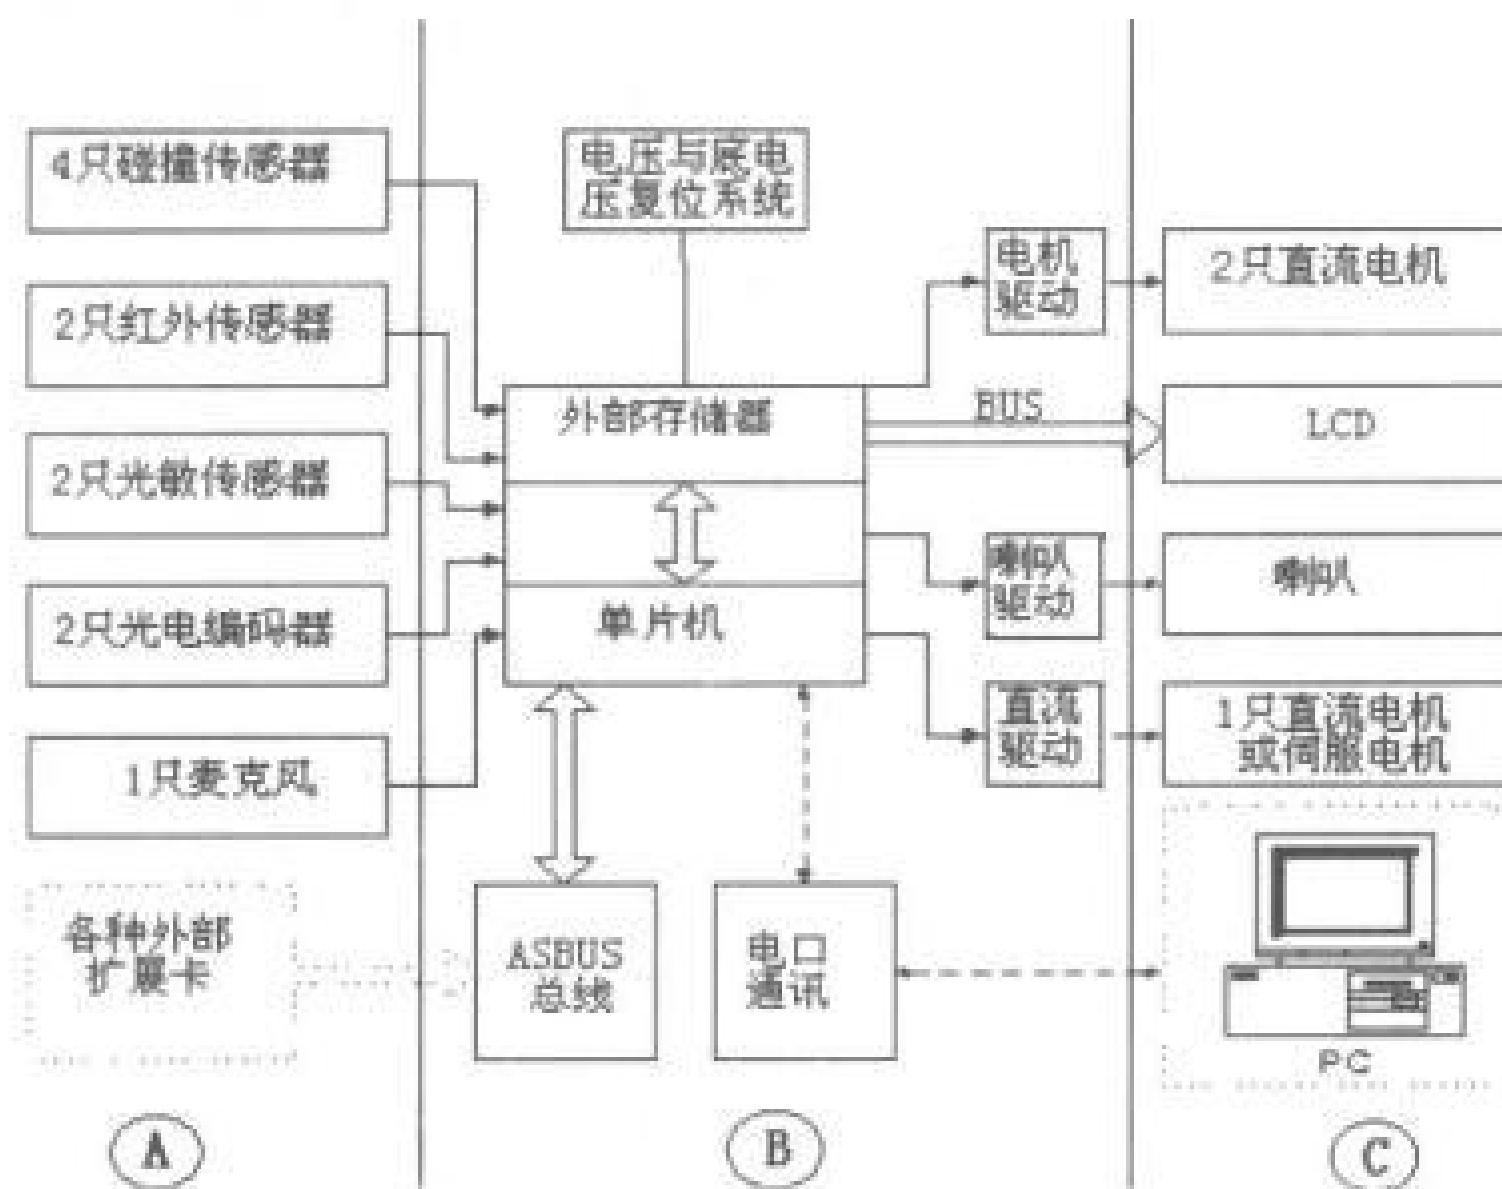

图 3.2 能力风暴个人机器人的“大脑”结构图
能力风暴个人机器人的“大脑”结构如图 3.2 所示。
由图 3.2 我们看到，机器人的“大脑”结构分为 3 个部分，下面我们按照从左到右的顺序来看一下这张“大脑”结构图。
首先我们看一下如图 3.2 所示的左侧部分①。
(1) 信息获取部分。在如图 3.2 所示的左侧部分①，看到了我们已经比较熟悉的
(2) 信息的加工与处理部分。在如图3.2所示的中间部分⑧，就是能力风暴个人机器人的微控制器，它是机器人“思考”问题的“大脑”。机器人通过微控制器对获取的信息进行加工、处理，并作出决策。机器人的决策能力是我们通过JC与机器人进行交流的结果。当我们为提高机器人的感知能力而增加传感器时，你可能会担心机器人控制板的功能是否够用。请你放心，能力风暴个人机器人有一个功能非常强大的硬件扩展总线ASBUS，在如图3.2所示中间部分⑧的下面。通过这个硬件扩展总线我们可以非常方便地扩展控制板的功能，满足机器人的任务需要。
(3) 动作反应部分。在如图3.2所示的右侧部分⑨，有两只直流电机，一块LCD显示屏和一只喇叭，这些是能力风暴个人机器人的执行器，它是机器人做出反映的执行机构。机器人的“大脑”根据任务需要，作出决策，驱动执行机构完成任务。